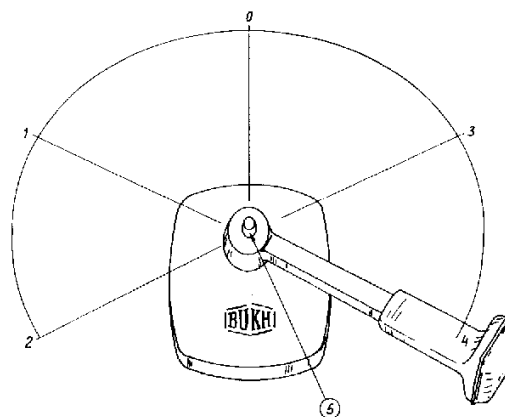

Fig. 10
2. Zet de keerkoppeling in de middenstand met de bedieningshefboom (fig 10).
1. Zet de keerkoppelingshefboom in de middenstand (fig. 10).